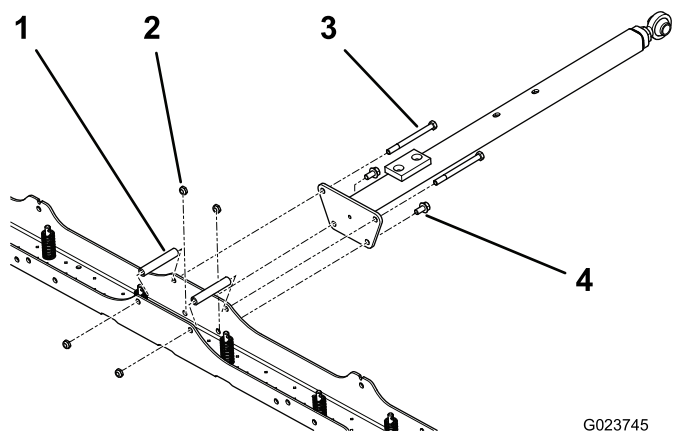

Figura 4
1. Ao alinhar os 2 espaçadores compridos com os furos dos parafusos superiores na placa inferior, utilize as 2 porcas de bloqueio (3/8 pol.) e 2 parafusos (3/8 x 4-1/2 pol.) para prender a barra de engate na placa inferior (Figura 4).